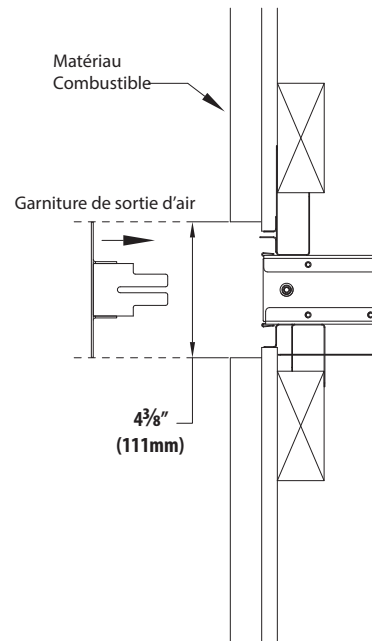

Figure 3.6, Matériaux de finition combustibles de 1 po d'épaisseur maximale
- Voir la Figure 3.6 (page 16) pour l'installation des matériaux combustibles de 1 po (25 mm) d'épaisseur maximale, autour de la garniture de sortie d'air du système KZK.